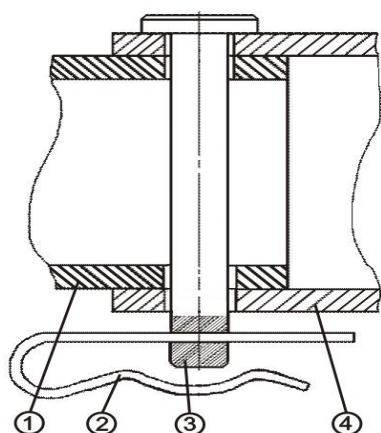

Рис. 5. Установка грунтозацепа.
- установите на удлинитель и на вал редуктора с правой стороны грунтозацепы, закрепите их осями, а оси шплинтами быстросъемными (рис. 5);